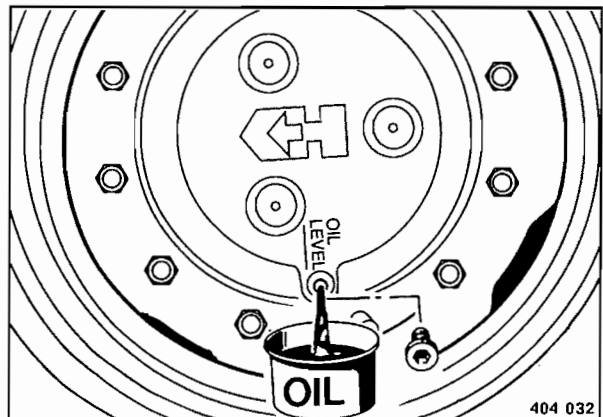

Fig. 88
- Estacionar la rueda propulsora de modo que el tapón de cierre (Fig. 88) se encuentra en el punto más bajo.